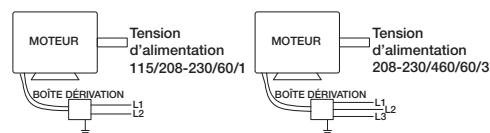

Figure 14 — Schéma de câblage typique
- Câbler le moteur pour la tension souhaitée conformément au schéma de câblage figurant sur le moteur ou au schéma de câblage à la Figure 14.